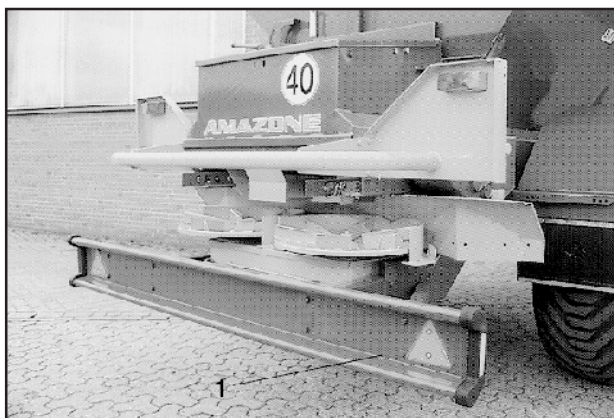
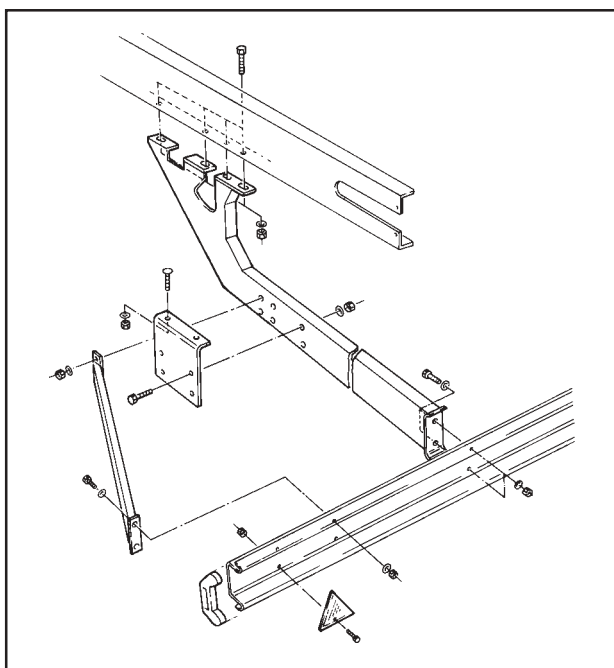

Рис. 16.1
Рис. 16.2
9. Если предельно допустимая скорость превышает 25 км/ч, оборудуйте разбрасыватель на время транспортировки специальной защитой (рис. 16.1/1) в соответствии с рис. 16.2.